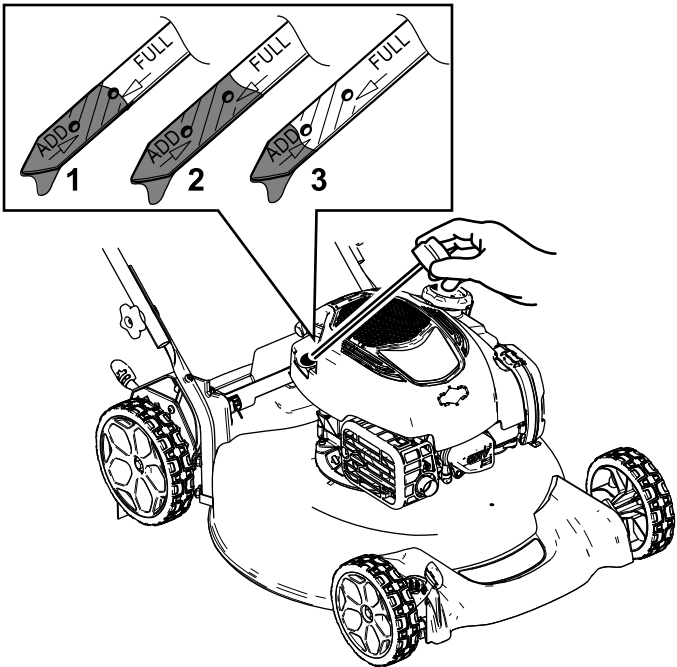

Figura 21
- 3. Retire la varilla girando el tapón en el sentido contrario a las agujas del reloj y tirando del mismo (Figura 21).
10. Observe el nivel de aceite en la varilla (Figura 21).